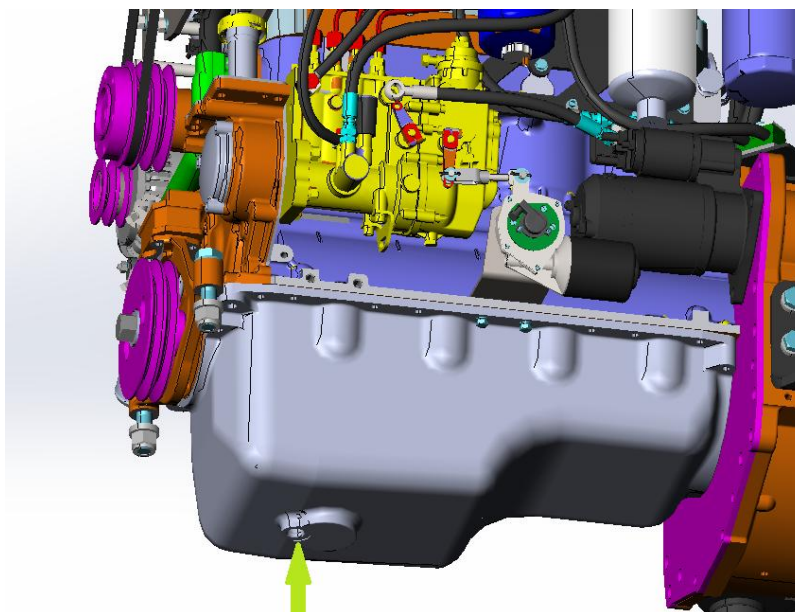

Рисунок 5.18. Сливная пробка масляного картера двигателя
- ▶ Ослабьте сливную пробку масляного картера, рис. 5.18, ключом гаечным (S=30 для Д-245 и S=14 для ЯМЗ-534);